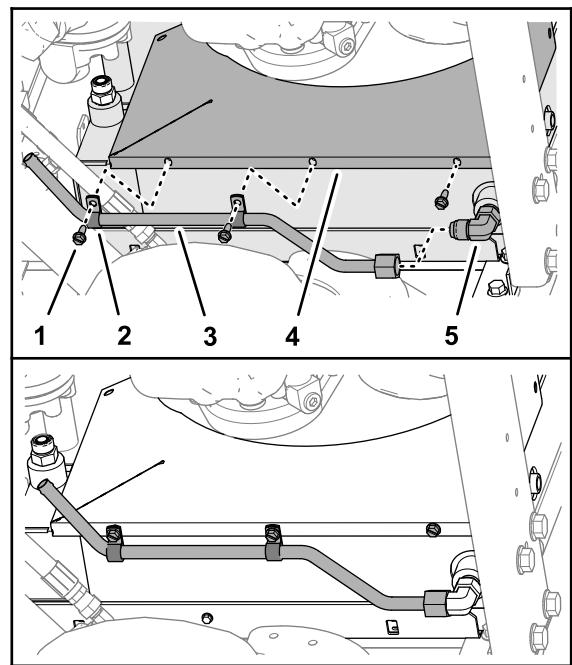

Figura 34
2. Monte 2 abrazaderas al tubo de entrada de aceite (Figura 34).
3. Enrosque la tuerca giratoria del tubo en el acoplamiento de 90° (Figura 34).
4. Fije las abrazaderas, el tubo y la cubierta inferior al radiador/enfriador de aceite (Figura 34) con 3 tornillos autorroscantes (1/4" x 3/4").